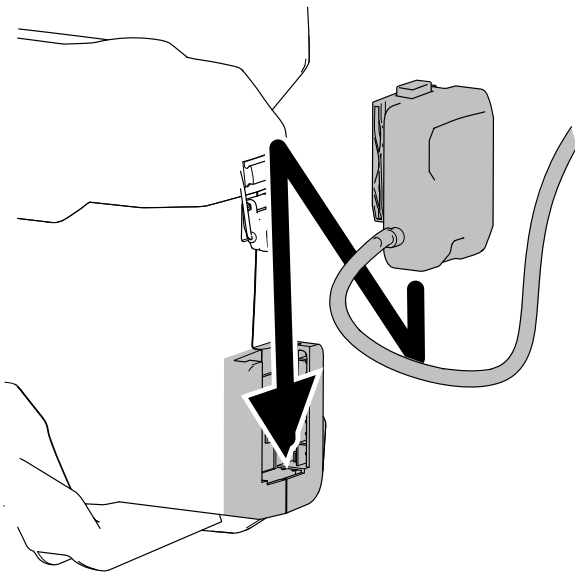

Bild 4
1. Richten Sie das Rucksackanschluss am Rucksack aus und schieben Sie ihn nach unten in den Rucksackanschluss, bis er in der Verriegelung einrastet (Bild 4).